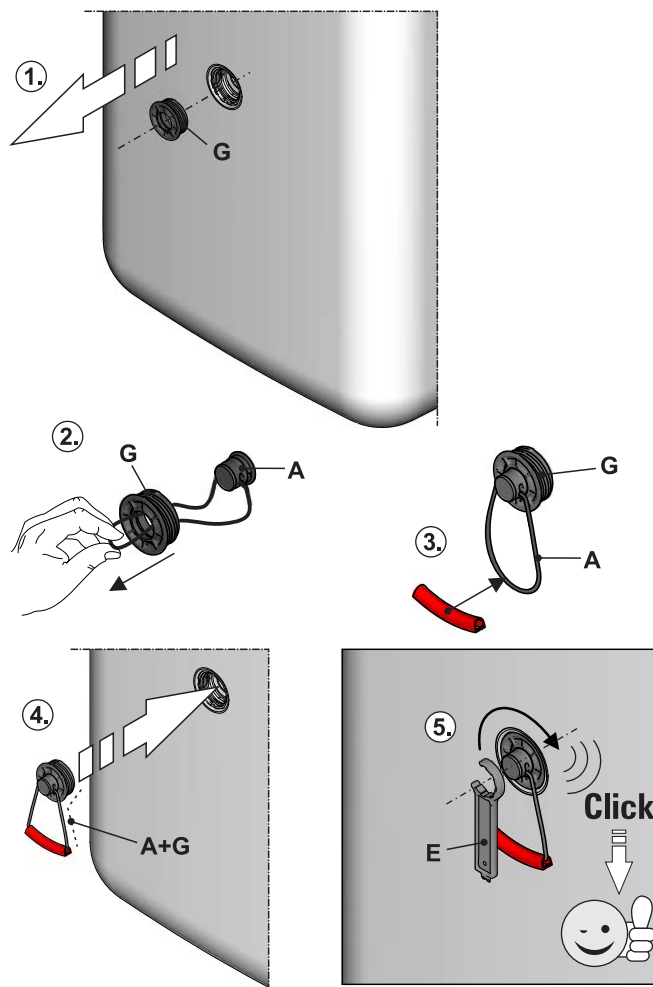

Figura 4-4 Montaggio delle maniglie
- Svitare dal bollitore gli inserti filettati (figura 4-4, pos. G), sui quali vanno montate le maniglie.